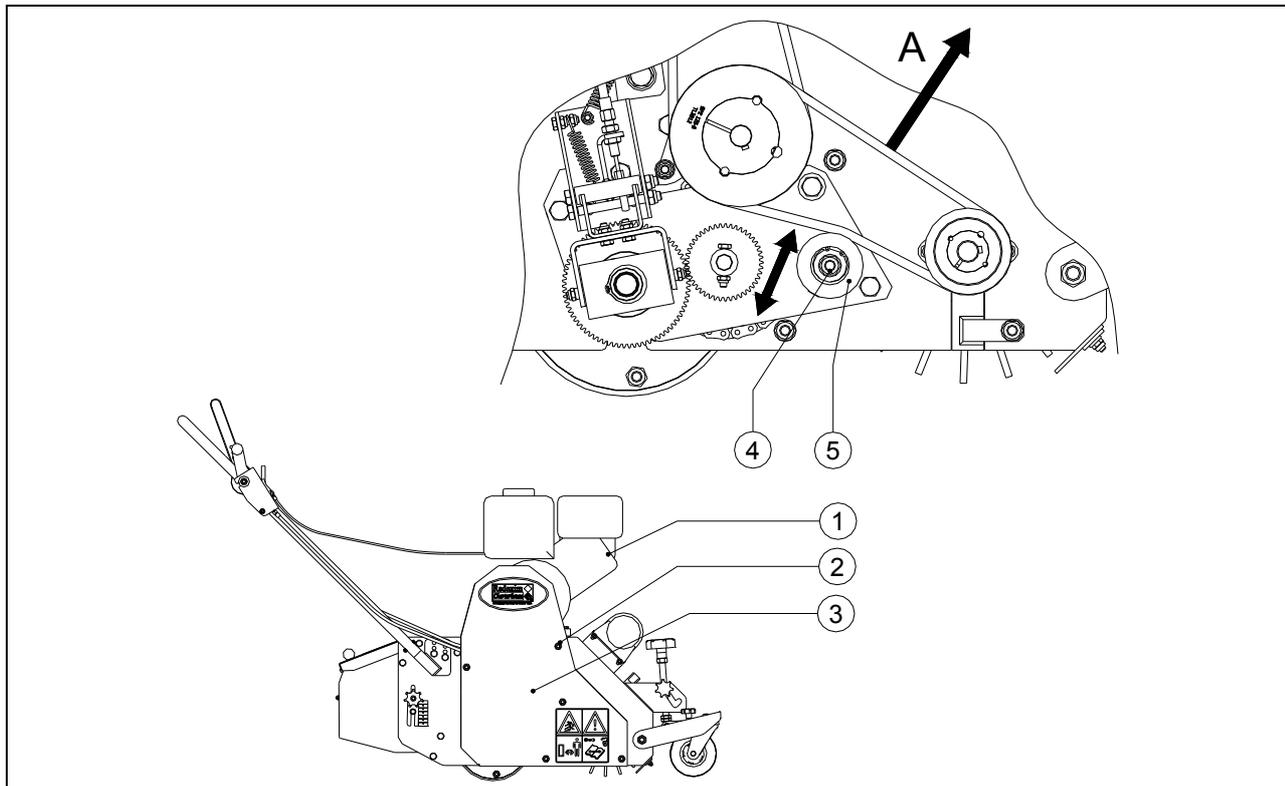

fig. 17
1. Rolo de tensão para o accionamento da escova (veja fig. 17)
Rolo de tensão para o accionamento da escova. (veja fig. 17)